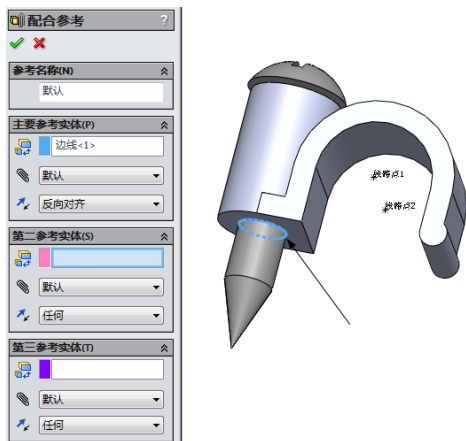
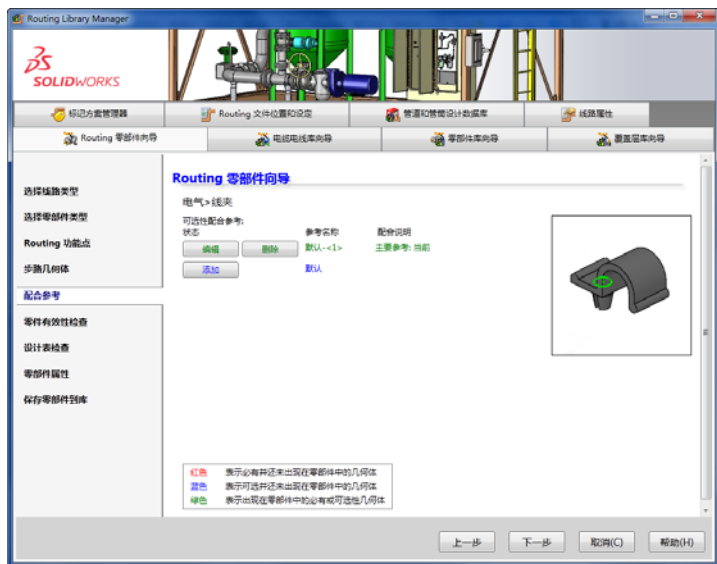

图 18-54 “配合参考”属性管理器
图 18-55 配合参考
⑦ 此时“Routing Library Manager”对话框中显示的是配合参考页面，如图 18-40 所示，在这里首先单击“添加”按钮，返回到 SolidWorks Routing 界面及“配合参考”属性管理器，然后选择图 18-54 所示的圆边线，在配合关系中选择“反向对齐”。设置完成后单击“配合参考”属性管理器中的“确定”按钮，返回到“Routing Library Manager”对话框。如图 18-55 所示，单击“下一步”按钮。